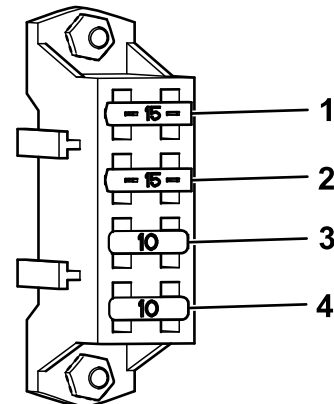

Figure 54
4. Remplacez les fusibles grillés (Figure 54).